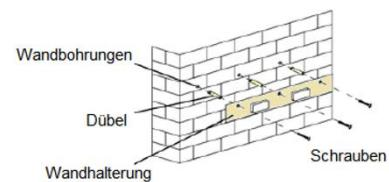

Fig. 1
2. Efectuați trei găuri în perete (a se vedea fig. 1).